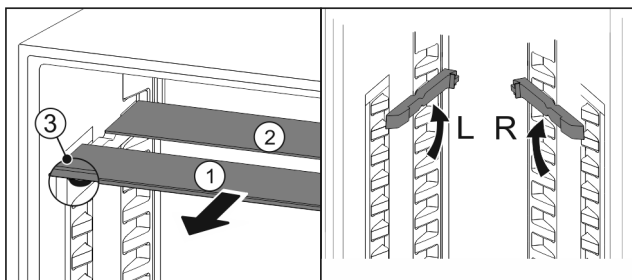

Fig. 57
- По одной извлеките Fig. 57 (1) стеклянные панели движением вперед.
- ▷ Стеклянная панель Fig. 57 (1) с декоративной планкой лежит спереди.
- ▷ Стопоры Fig. 57 (3) показывают вниз.